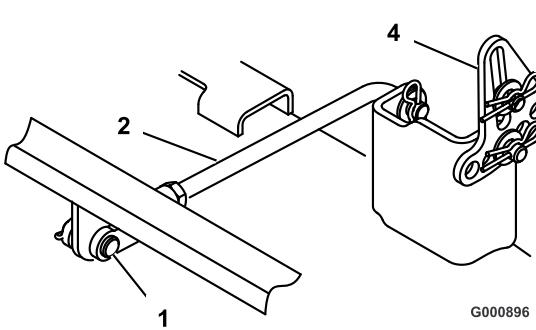

Bild 51
6. Entfernen Sie den Splint und den Lastösenbolzen von den hinteren Drehzapfenstangen (Bild 51) an beiden Mähwerkseiten.
7. Entfernen Sie den Splint und die Scheibe von den Mähwerk-Nivellierhalterungen (Bild 51). Merken Sie sich das Loch, in dem die Nivellierhalterung befestigt ist, für den Wiederzusammenbau. Schieben Sie die Bügel vom Montagestift herunter.
6. Befestigen Sie die hintere Drehzapfenstange mit dem Splint und dem Lastösenbolzen an jeder Seite des Mähwerks am Traktor (Bild 51).
7. Schieben Sie die Nivellierhalterungen auf die Befestigungsstifte und befestigen Sie die Halterungen mit den Scheiben und Splints ab (Bild 51).